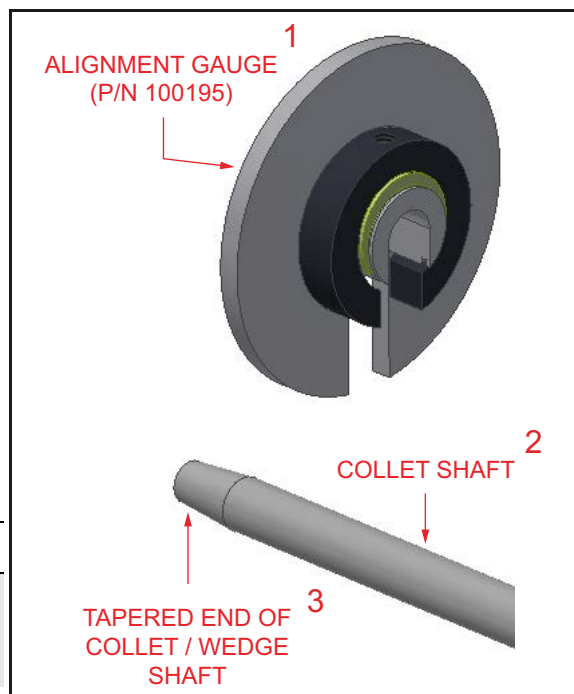

Рис. 3-1. Вал зажима и центровочное приспособление
2. Если он еще не установлен, выберите нужный вал зажима/клина. Очистите его от грязи и остатков материала. Вставьте вал зажима/клина в корпус редуктора станка (см. рис. 3-1).